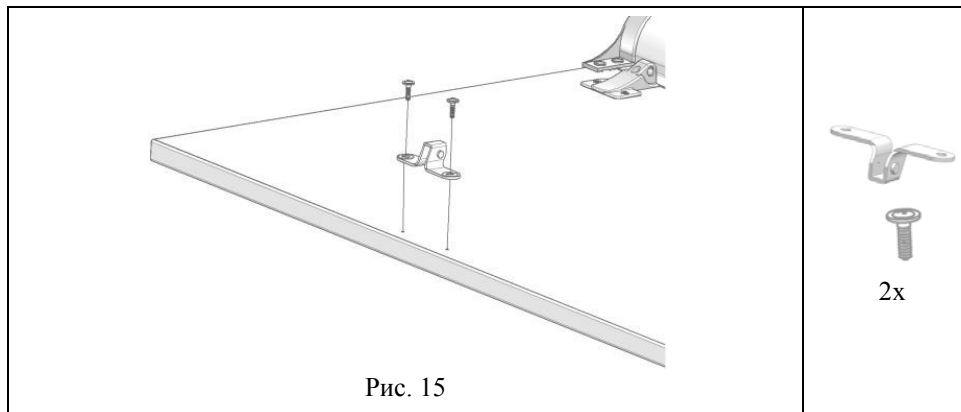

Рис. 15
**5.5.6** К сборке по п. 5.5.5 прикрутить с помощью саморезов с прессшайбой (поз. 2, пакет № 29Б) кронштейн верхний (поз. 3, пакет №9а), (см. рис. 15, 15а).
Рис. 15а